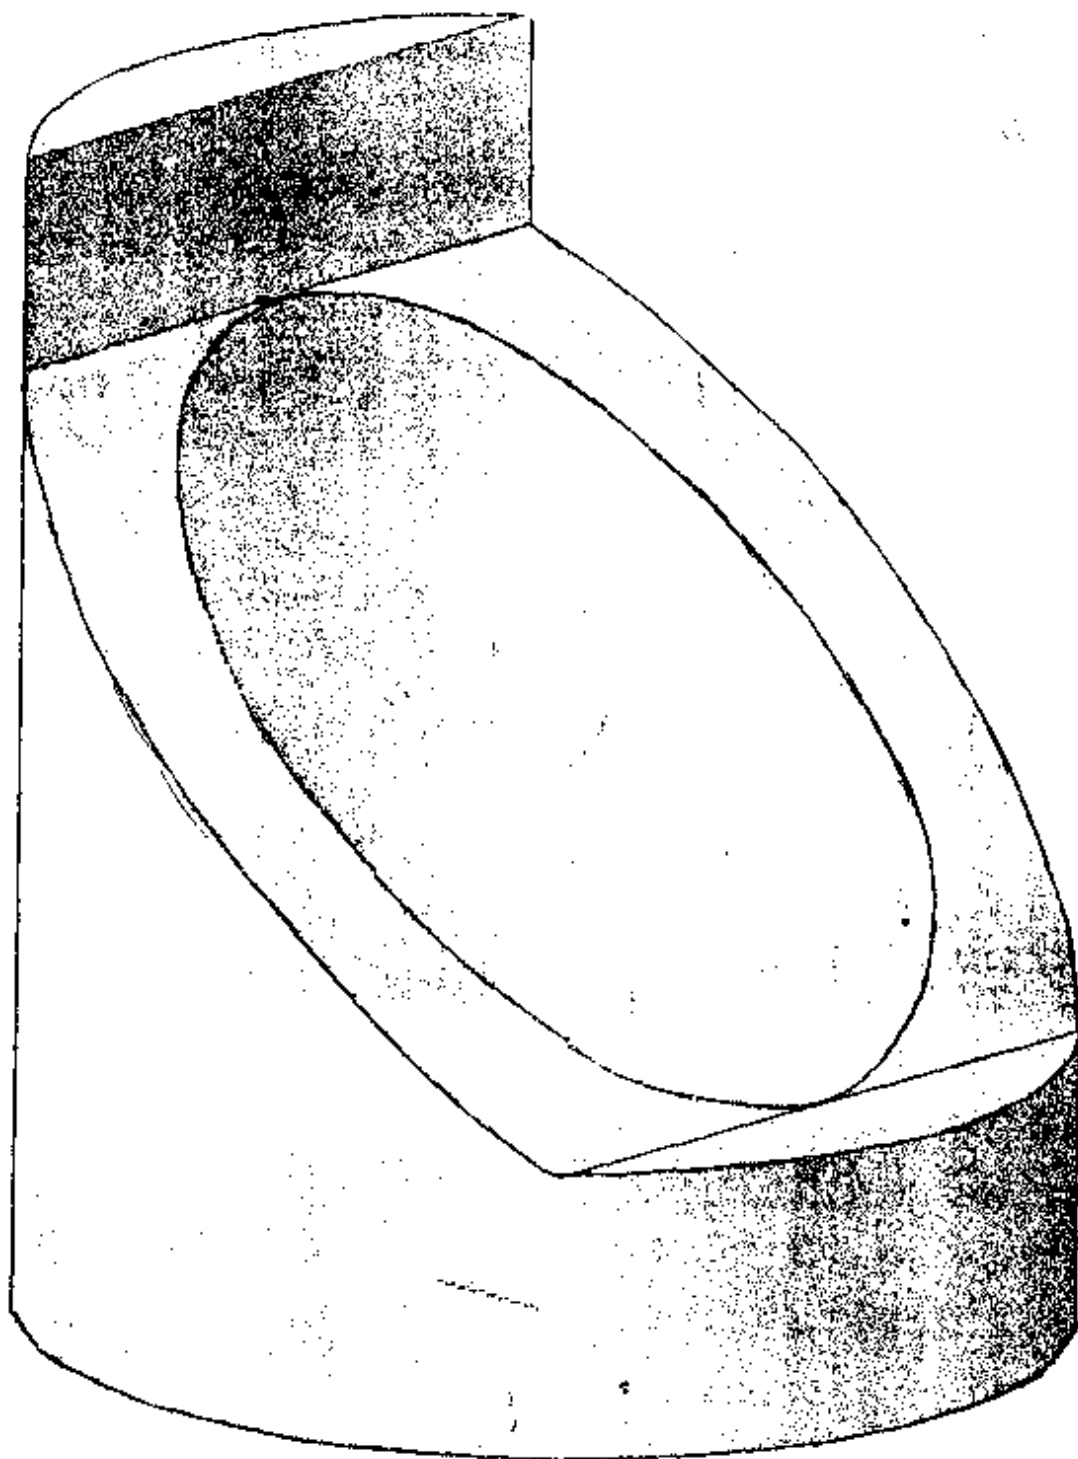

Рис.2.1. Усеченный полый цилиндр
**Задание 1:** С помощью системы КОМПАС 2D построить комплексный чертеж предмета (цилиндра (см. рис.2.1)) в двух видах (вид спереди и вид сверху) с указанием размеров.
Объемная форма предмета на техническом рисунке выполняется посредством показа светотени соответствующей штриховкой изображения. Примерами технического рисунка являются рис. 2.1, 2.3 - 2.6.